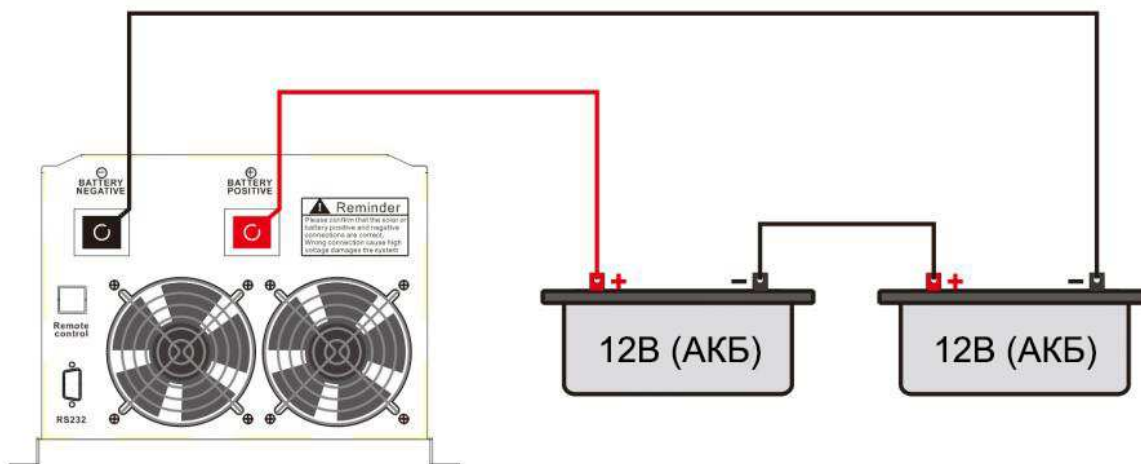

Рис.4
1.2 Схема подключения 24 В: (Рис.4)